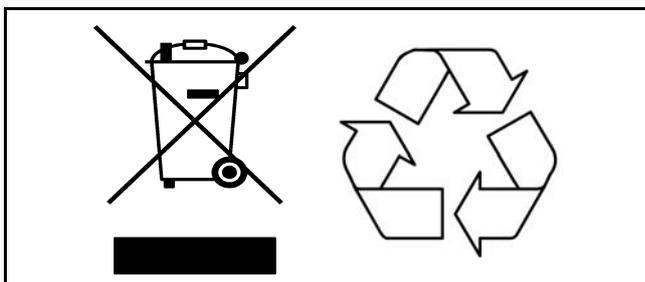

Fig. 2
- En ce qui concerne le recyclage et l'élimination des batteries, il faut observer les règlements conformément à la directive DEEE (Déchets d'équipements électroniques et électriques), ainsi que les règlements municipaux. Sinon, il y a des risques d'explosion, de fuite et donc de blessures. Si les batteries sont retournées, il faut isoler les bornes avec du ruban adhésif, sinon l'électricité résiduelle contenue dans les batteries usées risque de causer un incendie ou une explosion. Fig. 2 ci-dessous illustre les symboles concernant l'élimination et le recyclage.